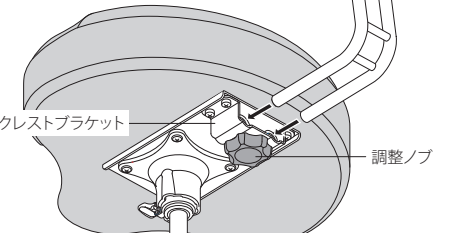

図 5
バックレストの取り付け (D-3500BR) (図 5, 6)
1. シートの裏側にあるバックレストブラケットの調整ノブをゆるめてバックレストチューブを差し込みます (図 5)。